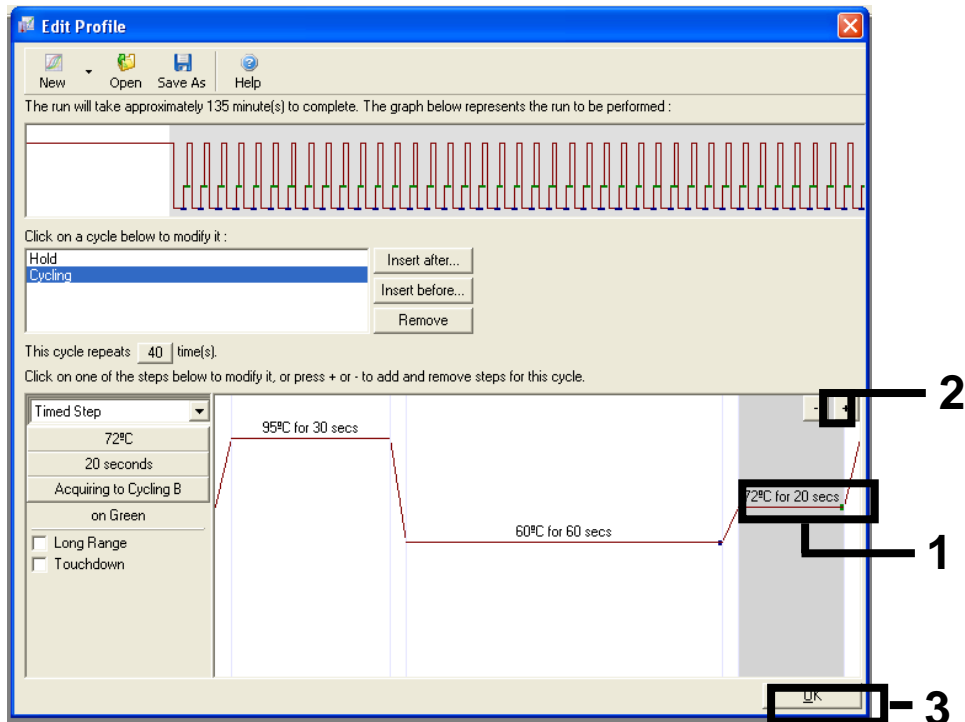

Abbildung 9. Entfernen des Erweiterungsschrittes
12. Markieren Sie den dritten Schritt und löschen Sie diesen, indem Sie auf die Schaltfläche „-“ klicken. Klicken Sie auf „OK“ (Abbildung 9).